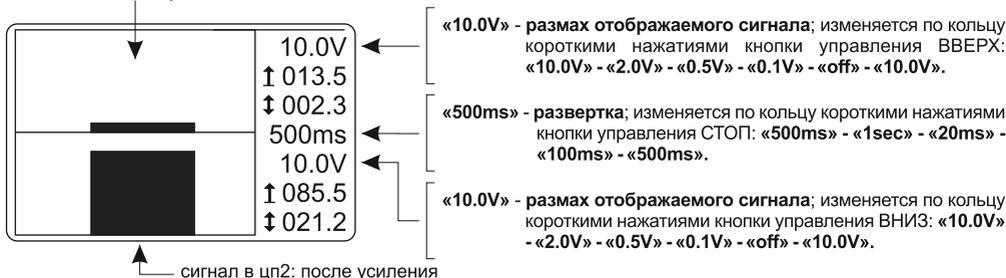

Рисунок 54 Отображение информации на экране центрального пульта2 в режиме анализатора сети для оценки уровня сигнала
- На экране центрального пульта2 Nero II 8450-50M отображается уровень сигнала на фоне шума (см. рис. 54):
- Для отображения уровня сигнала в центра экрана необходимо установить развертку «500 ms» (см. рис. 54) и выбрать пункт «Sync From Packet» (см. рис. 55).